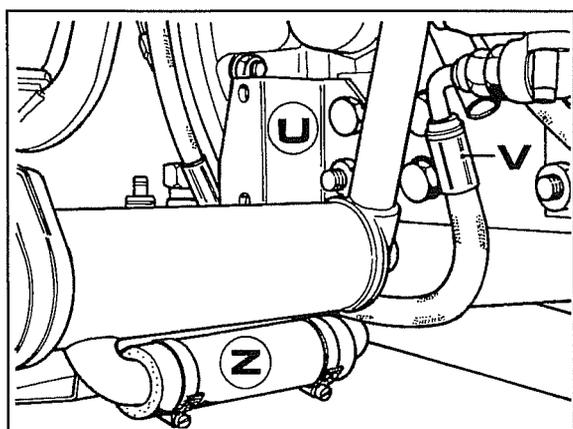

Fig. 13
11. Enlever le support des plate-forme **U** fig. 13 et aussi celui de l'autre côté.
12. Débrancher la canalisation **V** fig. 13 de refoulement d'huile de la pompe à la soupape prioritaire.
13. Mettre un récipient de récupération de l'huile sous le manchon **Z** fig. 13 et avant de l'enlever placer un bouchon pour bloquer la sortie de l'huile, ou bien recueillir toute l'huile pour la rétablir ensuite.